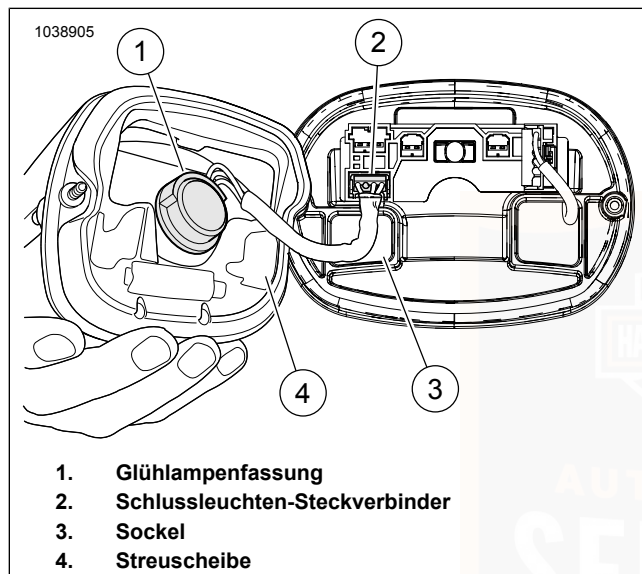

Abbildung 82. Glühlampen-Schlussleuchte
2. Siehe Abbildung 82. Den Schlussleuchten-Steckverbinder (3) abklemmen.
3. Die Glühlampenfassung (4) um eine Vierteldrehung nach links drehen und aus der Schlussleuchte nehmen. Die Glühlampe entfernen.
2. Siehe Abbildung 82. Fassung (4) in die Schlussleuchtenbaulampe einstecken. Eine Vierteldrehung im Uhrzeigersinn drehen.
3. Den Schlussleuchten-Steckverbinder (3) einstecken.